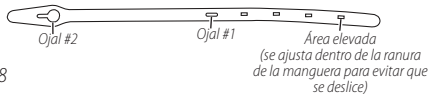
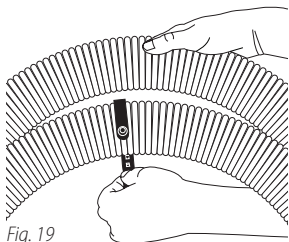
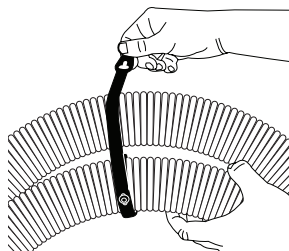
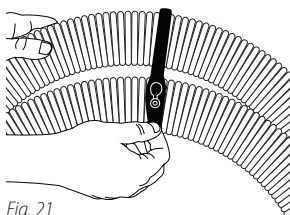

Fig. 18
Fig. 19
Fig. 20
Fig. 21
42. Enrolle la correa de la manguera **19** Fig. 18. alrededor de la manguera **12**, alineando las áreas elevadas en la parte posterior de la correa **19** dentro de una ranura en la manguera **12**. Fig. 19.
43. Inserte el botón #1 dentro del ojal #1 Fig. 19. (esto puede ser difícil en un principio), continúe enrollando la correa de la manguera **19** alrededor de la manguera **12** Fig. 20. Inserte el botón #2 dentro del ojal #2. Fig. 21.